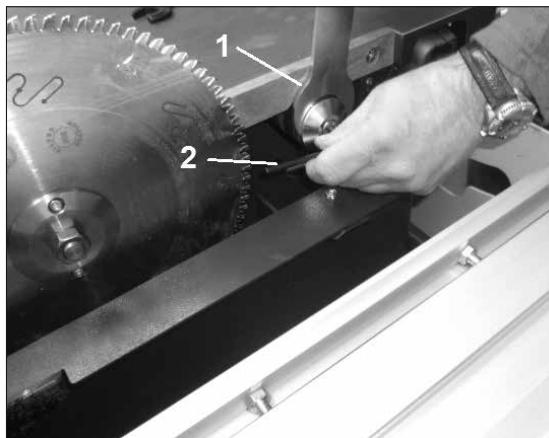

Fig.10
Pour le montage de la lame inciseur (fig.10), tournez l'arbre inciseur vers la gauche afin de pouvoir mettre la clef (1) sur l'arbre aplati, et serrez à droit à l'aide d'une clef Allen pour fixer la lame sur l'arbre.